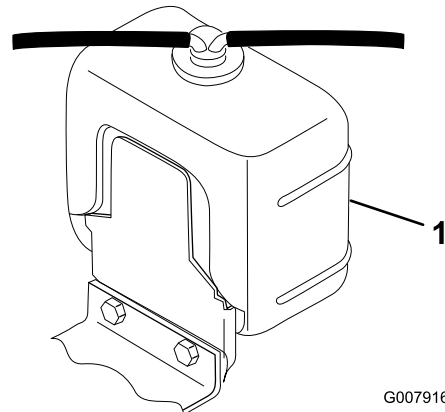

Bild 68
Schrauben Sie den Kühlerdeckel und den Deckel vom Ausdehnungsgefäß vorsichtig ab (Bild 68).
2. Prüfen Sie den Kühlmittelstand im Kühler und im Ausdehnungsgefäß (Bild 68).